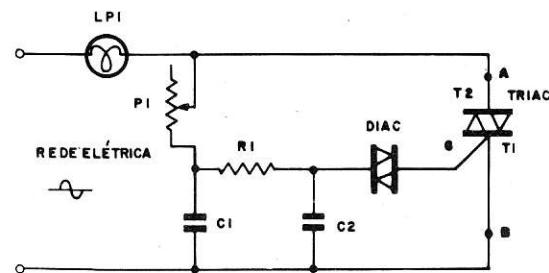

Figura 3
Para contornar o inconveniente acima, foi incorporado ao circuito (fig. 1) mais um resistor e um capacitor, conforme mostra a figura 3. Com estes dois componentes conseguem-se partir, praticamente, de uma luminosidade nula até a máxima luminosidade da lâmpada de uma forma contínua (1). Foi este o circuito que recebeu a designação de "LUZ DE BOITE".